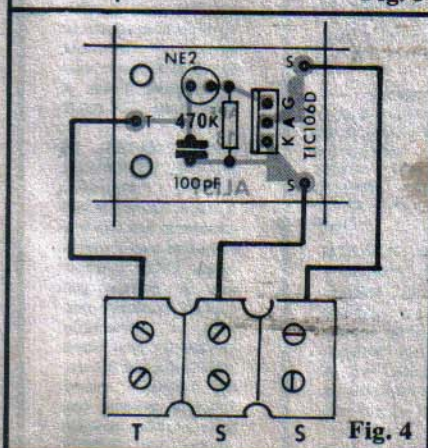

Fig. 4
**FIG. 4** - Diagrama da montagem. A plaquinha agora é vista pelo lado não cobreado, já com seus (poucos) componentes posicionados. ATENÇÃO à posição do SCR (TIC106D), com sua lapela metálica voltada para o centro da placa. Esse componente é polarizado e, se for ligado invertido, o circuito não funcionará (além de ocorrer dano ao próprio componente). A figura mostra também as conexões externas à placa, levadas a um conjunto de conectores parafusados (3 segmentos) que servirão para a instalação final do ALIST. Observar a codificação adotada para identificação desses conectores externos, comparando-a com a existente nas respectivas ilhas periféricas da plaquinha. Terminadas as soldagens e conexões, antes de se cortar as sobras de fios e terminais (pelo lado cobreado), é bom conferir tudo com atenção, inclusive verificando a qualidade dos pontos de solda.